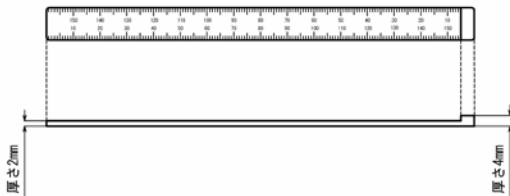

図19 チェックゲージを用いたゴム輪の位置確認
- (1) 専用のチェックゲージ (図19)を用いてゴム輪の位置を確認する。
- (2) 図19に示すように全周にわたって受口と挿し口の隙間にまずチェックゲージの厚さ2mm側を差し込み、その入り込み量 (b) が表6に示す合格範囲内であることを確認する。全周にわたり合格範囲内であれば、そのうち円周8ヵ所について入り込み量を測定し、測定値をチェックシートに記入する。